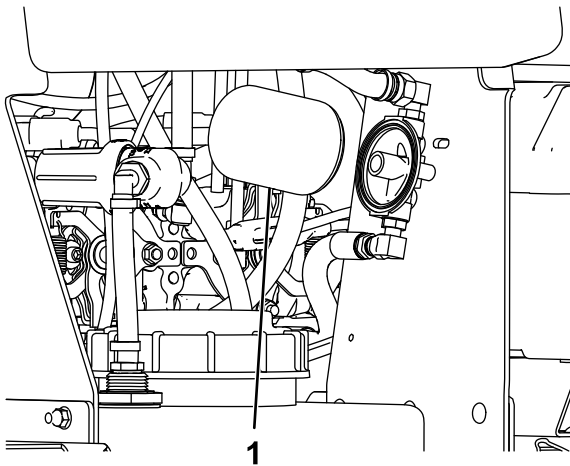

Figure 51
7. Déposez le filtre hydraulique (Figure 51).